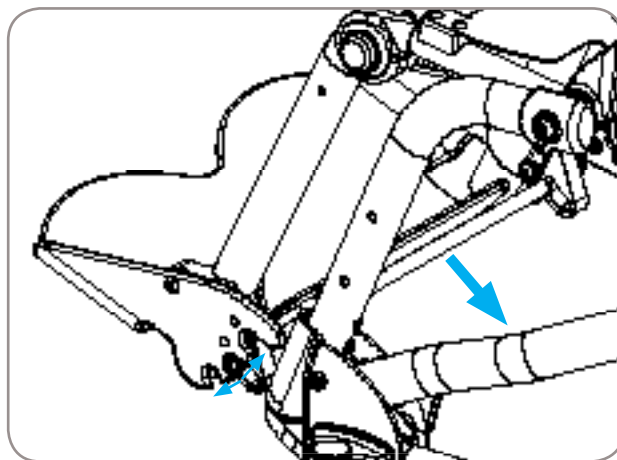

Figura 15
1. Tome el centro de la barra de ajuste y tire hacia atrás, consulte la Figura 15.